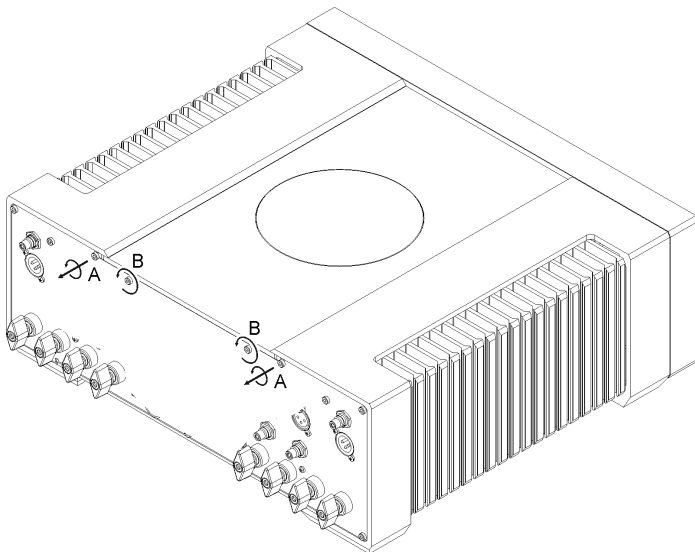

Abb. 1 / Fig. 1
- 3) Entfernen Sie die in Abb. 1 mit **A** markierten Inbusschrauben.
- 3) Remove the Allen screws that are marked with **A** in Fig. 1.